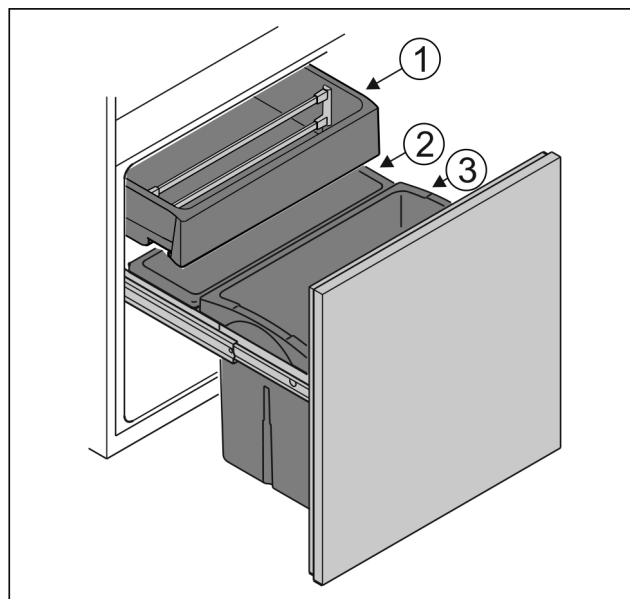

Fig. 4
- ▶ Bak Fig. 4 (1): Onverpakte groenten en zidvruchten bewaren.
- ▶ Bak Fig. 4 (2): Onverpakte kleine groenten- en fruitsoorten bewaren.
- ▶ Bak Fig. 4 (3): Losse flessen bewaren.